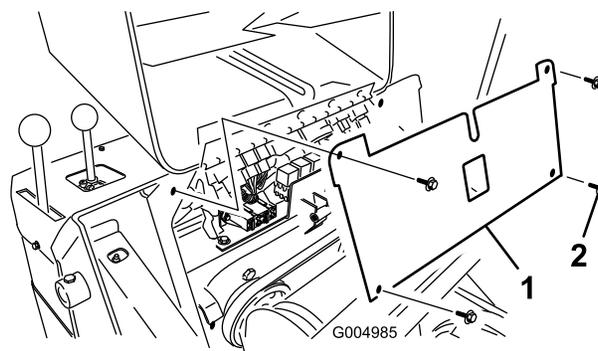

Figura 45
4. Rimuovere le 4 viti che fissano il portafusibili, quindi estrarre il pannello tirandolo verso l'alto (Figura 45).